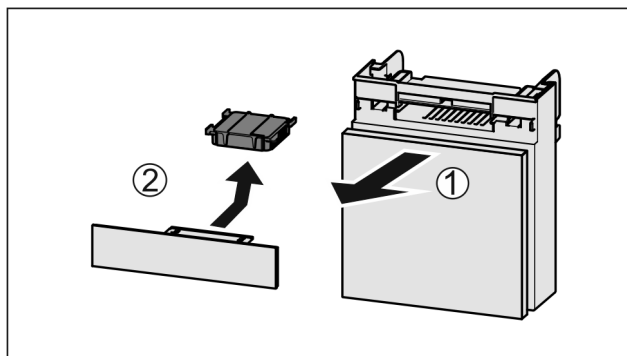

Fig. 161
- ▶ Predal izvlecite *Fig. 161 (1)* naprej.
- ▶ Odstranite *Fig. 161 (2)* aktivni ogljeni filter.